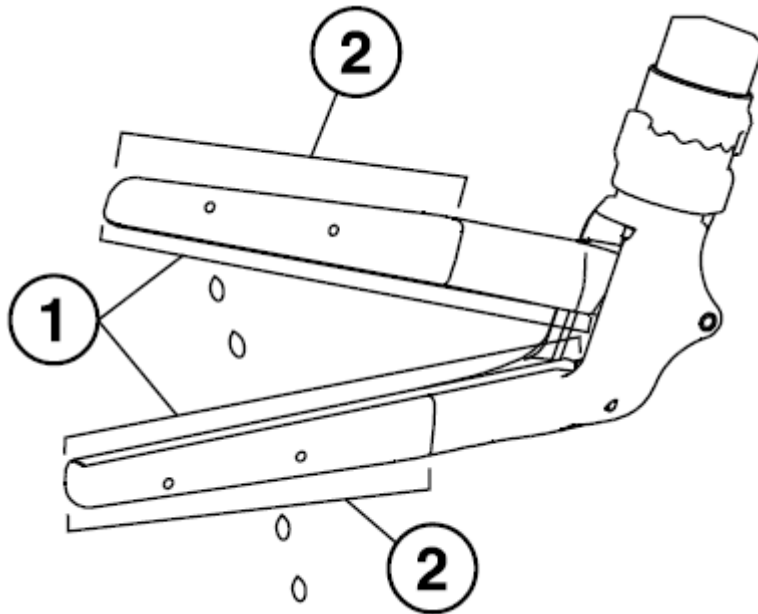

Figura 8. Líquido saliendo por los electrodos del dispositivo bipolar
- Abra la vía intravenosa y apriete el activador para purgar el sistema de aire hasta que vea que el líquido sale por los electrodos del dispositivo bipolar. Suelte el activador para detener el flujo de solución salina. (Ver Figura 8)